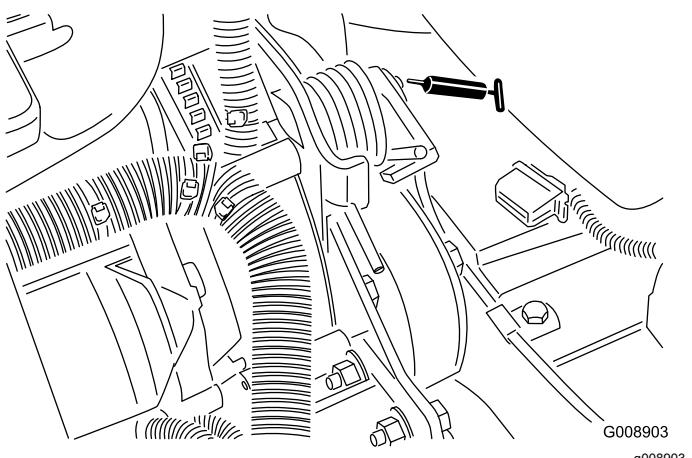

Рисунок 46
- Ось поворота механизма натяжения ремня (Рисунок 46)